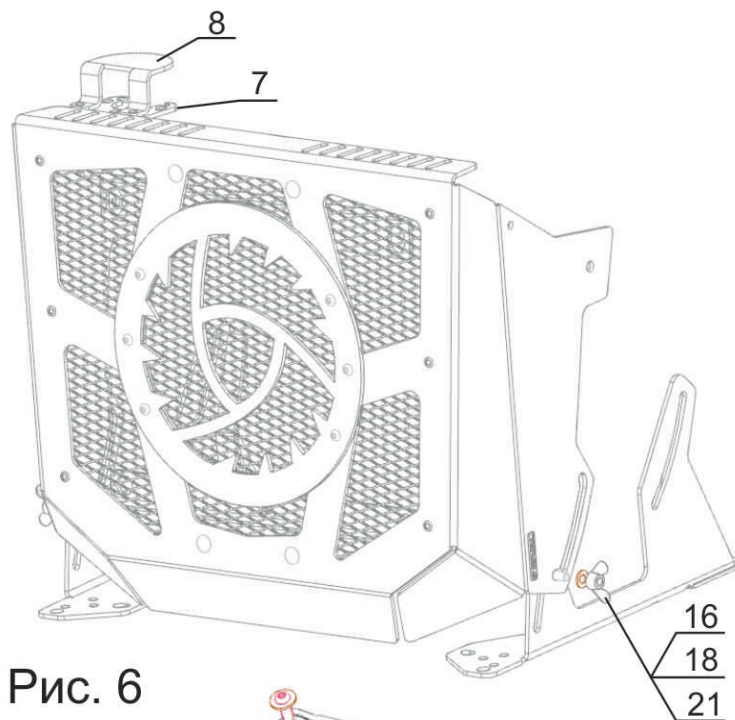
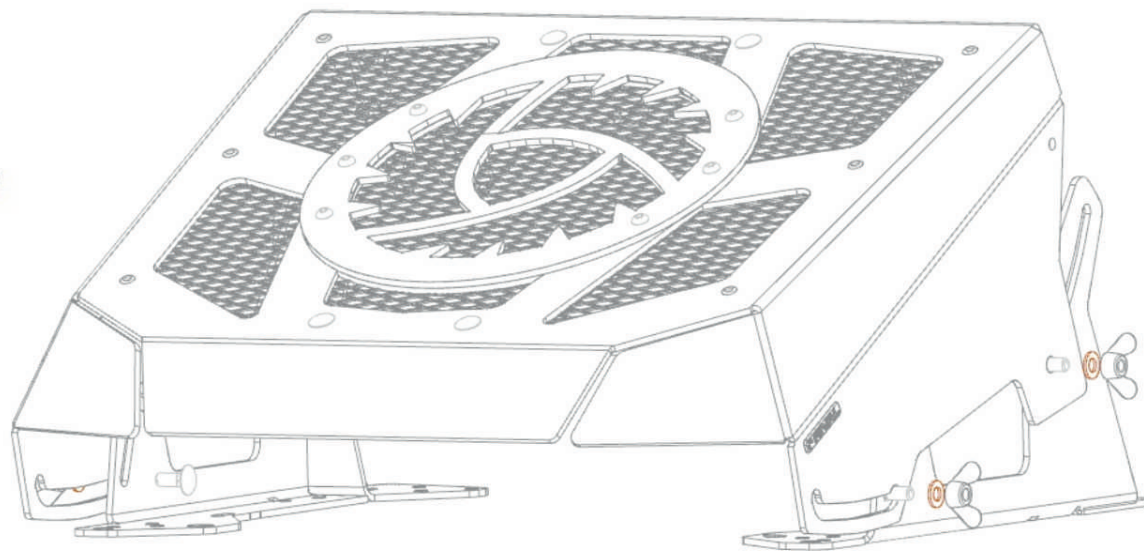

Рис. 6
Рис. 10
4. Закрепить экран с установленным радиатором на крепления поз. 2. мебельными болтами М8х20 поз. 16, гайками барашковыми М8 поз. 18, шайбами поз. 21 (рис. 6).
6. Установить штатный патрубок с заливной горловиной на радиатор (можно заменить штатный патрубок на патрубок угловой поз. 24). Закрепить к верхней части экрана кронштейн поз. 7 для фиксации заливной горловины винтами М6х20 поз. 12, гайками М6 поз. 17, шайбами поз. 19 (рис. 6). Закрепить заливную горловину на кронштейн, патрубок подрезать по месту. Протянуть шланг поз. 23 от заливной горловины до расширительного бачка квадроцикла, закрепить хомутами поз. 27.
7. Установить радиатор в вертикальное положение, залить антифриз, прокачать систему. Установить защитную крышку поз. 8 на кронштейн поз. 7 винтами М6х20 поз. 12 (рис. 6). Отрегулировать положение выноса радиатора по углу наклона, закрепить барашковыми гайками (рис. 10).
7. Закрепить к верхней части экрана кронштейн поз. 7 для фиксации заливной горловины винтами М6х20 поз. 12, гайками М6 поз. 17, шайбами поз. 19 (рис. 6). Закрепить заливную горловину на кронштейн. Протянуть шланг поз. 23 от заливной горловины до расширительного бачка квадроцикла, закрепить хомутами поз. 27.
8. Установить радиатор в вертикальное положение, залить антифриз, прокачать систему. Установить защитную крышку поз. 8 на кронштейн поз. 7 винтами М6х20 поз. 12 (рис. 6). Отрегулировать положение выноса радиатора по углу наклона, закрепить барашковыми гайками (рис. 10).